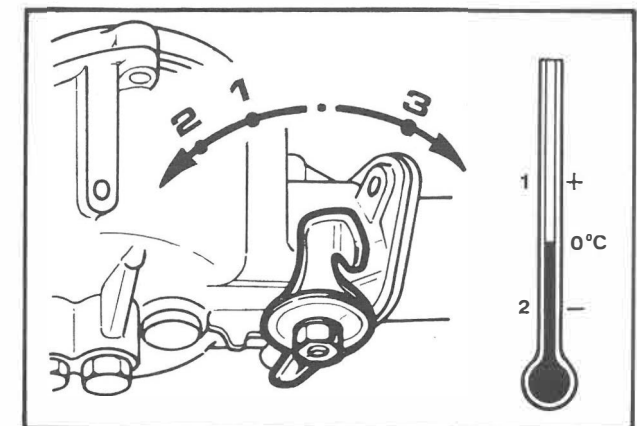

Fig. 37
- Contrôler que le papillon starter ne soit pas usagé et qu'il soit libre de faire son entière rotation (Fig. 37).
- Check that choke valve is not worn and that butterfly fully turns throughout its travel (Fig. 37).
- Beachten, dass die Starterklappe nicht abgenutzt ist und dass sie leicht verstellbar ist (Fig. 37).